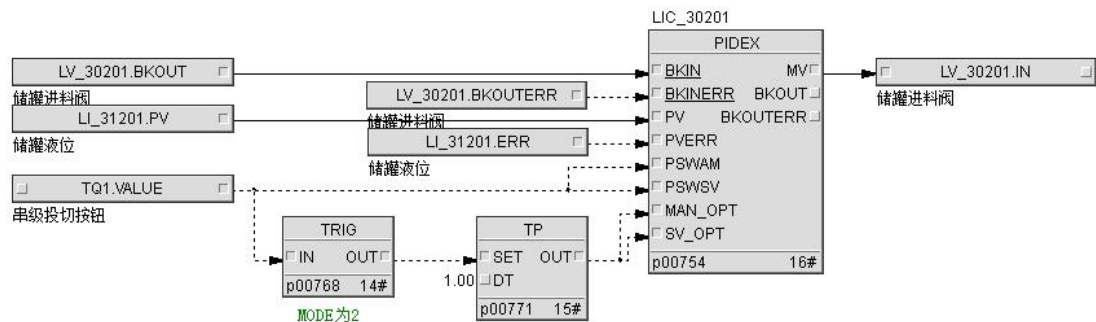
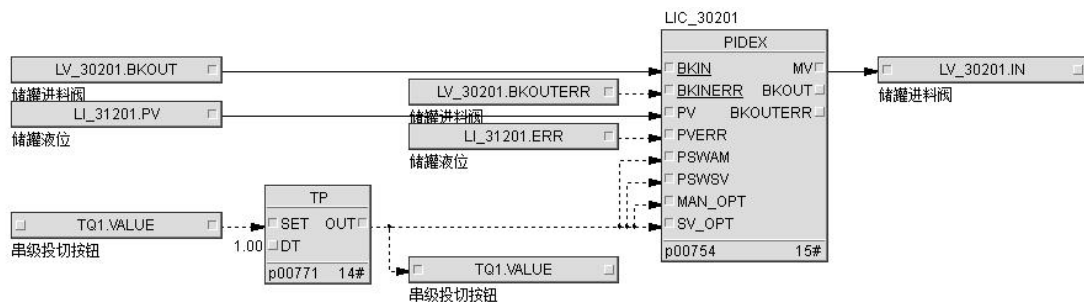
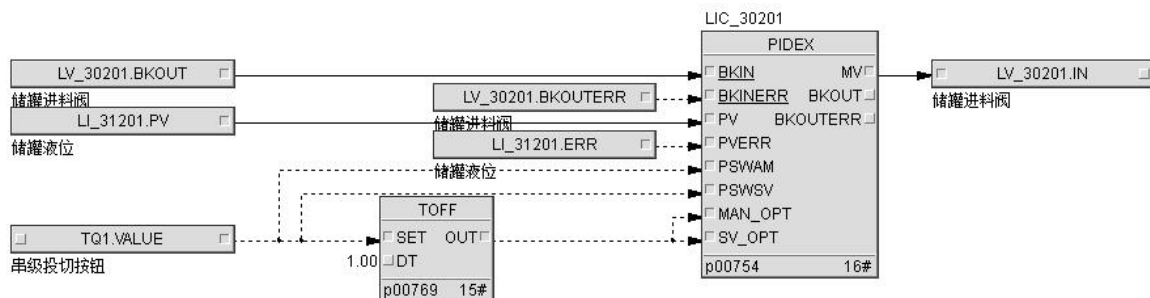

图 3.2.5 外给定投入程序搭建
图 3.2.6 外给定投入程序搭建
图 3.2.7 外给定投入程序搭建
- 外给定投入的三种方式推荐：1.自定义变量为 ON 将回路投入外给定一次，自定义变量为 OFF 将回路切回手动状态一次，其余过程面板操控，如图 3.2.5 搭建功能块；2.自定义变量为 ON 将回路投入外给定一次，其余过程面板操控，如图 3.2.6 搭建功能块。3.自定义变量为 ON 将回路投入外给定且面板无法再进行手自动切换，自定义变量为 OFF 将回路切回手动状态，在自定义变量为 OFF 的情况下，可以通过面板切换回路的手自动状态，如图 3.2.7 搭建功能块。